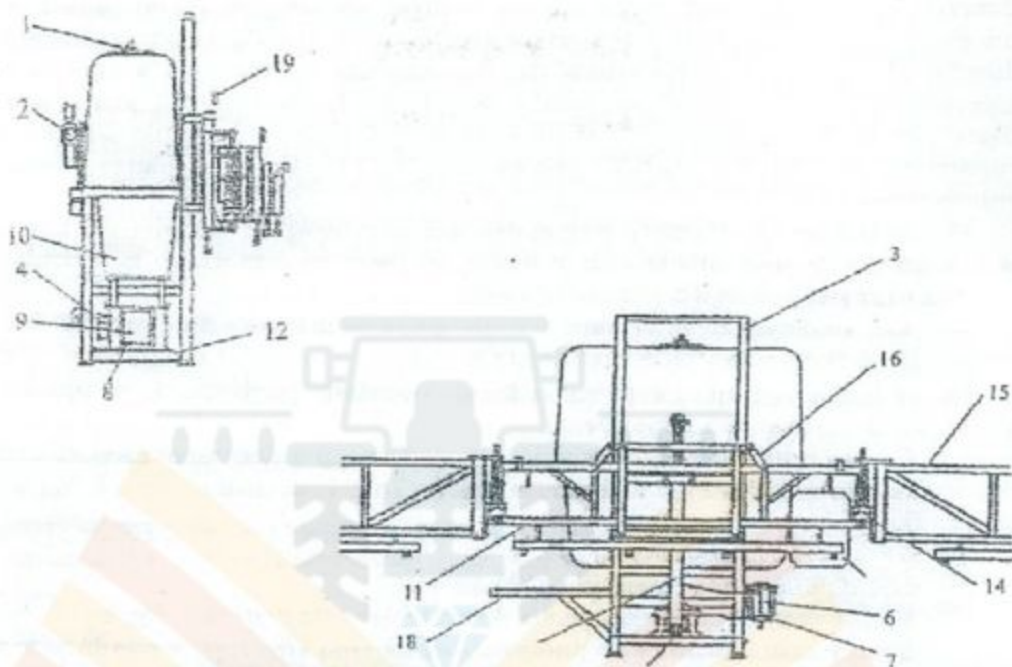

Fig. 1. SCHEMA MASINII DE ERBICIDAT.
Cadrul masinii (3 de pe fig. 1) reprezinta un ansamblu de profile care formeaza o constructie purtatoare pentru celelalte elemente ale masinii. In partea din fata se afla bolturile inferioare ale sistemului de suspendare precum si bolturi pentru instalarea tirantului superior.
În cadrul mașinii pe elementele de amortizare este instalat rezervorul (10 – pe fig. 1). Poziționarea rezervorului este făcută de sus și lateral cu ajutorul benzilor terminate în îmbinări cu șurub. În partea superioară a rezervorului se află orificiul de umplere (1 din fig. 1) în care este situat un sistem pentru diluarea substanțelor chimice. Sistemul pentru diluare este constituit dintr-un cos sita care colaborează cu duza sistemului de diluare amplasat în capacul rezervorului. Cosul sita al sistemului de diluare îndeplinește de asemenea funcția de filtru intrare pentru curățarea soluției.
De peretele din față a rezervorului este prins corpul agitatorului hidraulic, în schimb în partea superioară se află cotul care da posibilitatea de a aduce soluția din distribuitor (2 din fig. 1). În partea anterioară a rezervorului este instalat un indicator de nivel al soluției aflate în rezervor. Pe fundul rezervorului este practicat un orificiu în care este instalat un cod al conductei de aspirație a pompei.
Sub rezervor pe elementele constitutive ale cadrului este așezată pompa (5 din fig. 1) cu aparatoare de protecție a axului prizei de putere (4 fig. 1). Pe cadru este efectuat un suport pentru așezarea filtrului sita de aspirație (9 fig. 1). Distribuitorul are un levier (8 fig. 1) care dirijează fluxul lichidului. În partea din spate a cadrului, în elementele de
directionare verticala este asezat suportul rampei de stropire. Acest suport este asezat de un cadru de otel conectat cu o antrenare manuala (13 fig.1) pentru reglarea inaltimii duzelor deasupra suprafetei erbicidate. Pozitionarea permanenta a suportului in timpul lucrului este stabilita cu ajutorul suruburilor (16 fig.1). De suportul rampei de stropire este fixata partea din mijloc a rampei de stropire (11 fig.1). Pe partile laterale extreme ale suportului, este asezata circular partea dreapta (15 fig.1) si partea stanga a rampei pulverizatorului.
Stabilirea pozitionarii perpendiculare a rampei de stropire pe directia de mers este asigurata datorita aplicarii elementelor profilate corespunzator in articulatia circulara a bratelor rampei (14 fig.1).
De suportul rampei de erbicidat sunt fixate prinderile speciale in care se aseaza dispozitivul portabil de semnalizare luminoasa (7 fig.1) si tablita triunghiulara a vehiculelor lente (6 fig.1).
- se va baga un reazam de siguranta contra rasturnarii masinii de erbicidat (12 fig.1) si aceasta(reazemul) va fi asigurat pentru a nu iesi de acolo;